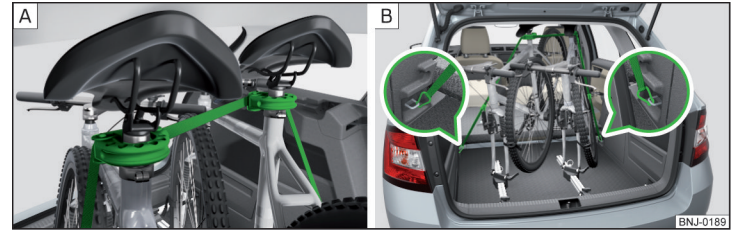

Abb. 122 Stabilität der Fahrräder mit einem Gurt absichern
- Beim Transport von zwei Fahrrädern den Gurt zwischen den Sätteln spannen, indem die Fahrräder auseinander geschoben werden » Abb. 122 - **A**.
- Die Karabiner an den Gurtenden in die unteren Verzurrösen hinter den Rücksitzen einrasten » Abb. 122 - **B**.